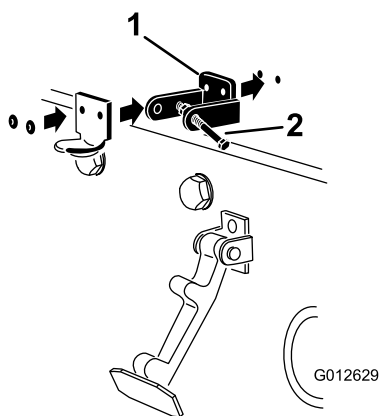

Figura 18
3. Atunci când aliniază orificiile de montare, poziționează suportul de blocare CE și suportul clichetului capotei pe capotă. Suportul de blocare trebuie să fie în contact cu capota (Figura 18). Nu îndepărtați ansamblul cu urub și piuliță de pe brațul suportului de blocare.
5. Nituie suportul și aibele pe capotă (Figura 18).